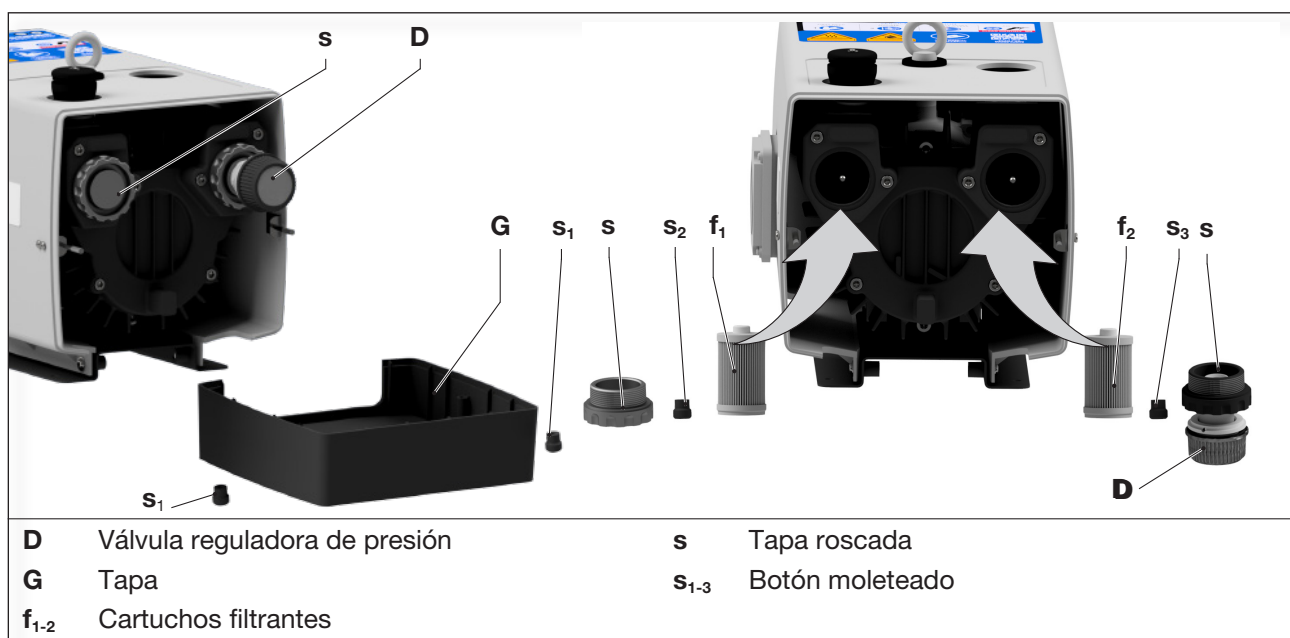

Fig. 4 Cambio del filtro de aire
Los cartuchos filtrantes del aire aspirado (Fig. 4/f₁) y el aire comprimido (Fig. 4/f₂ → accesorio) deben limpiarse o sustituirse por medio de soplado mensual o según el grado de suciedad. Aunque los filtros se limpien, su poder de separación empeorará con el tiempo. Por ello, los filtros deberían ser reemplazados semestralmente.
- Retirar la tapa (Fig. 4/G) después de aflojar los botones moleteados (Fig. 4/s₁).
- En el lado de aspiración, aflojar y retirar la tapa roscada (Fig. 4/s) y el botón moleteado (Fig. 4/s₂).
- En el lado de aspiración, aflojar y retirar la tapa roscada (Fig. 4/s) con la válvula reguladora de presión (Fig. 4/D) y el botón moleteado (Fig. 4/s₃).
- Retirar los cartuchos filtrantes del aire aspirado (Fig. 4/f₁) y el aire comprimido (Fig. 4/f₂) y limpiar o reemplazar.
- Introducir los cartuchos filtrantes (Fig. 4/f₁) en el lado de aspiración y fijarlos con el botón moleteado (Fig. 4/s₂) y la tapa roscada (Fig. 4/s). Apretar con la mano el botón moleteado y la tapa roscada.
- Introducir los cartuchos filtrantes (Fig. 4/f₂) en el lado de presión y fijarlos con el botón moleteado (Fig. 4/s₂) y la tapa roscada (Fig. 4/s) con la válvula reguladora de presión. Apretar con la mano el botón moleteado y la tapa roscada.
- h) Colocar la tapa (Fig. 4/G) con los botones moleteados (Fig. 4/s₁). Apretar con la mano los botones moleteados.
- j) Colocar la tapa (Fig. 4/G) con los botones moleteados (Fig. 4/s₁) . Apretar con la mano los botones moleteados.